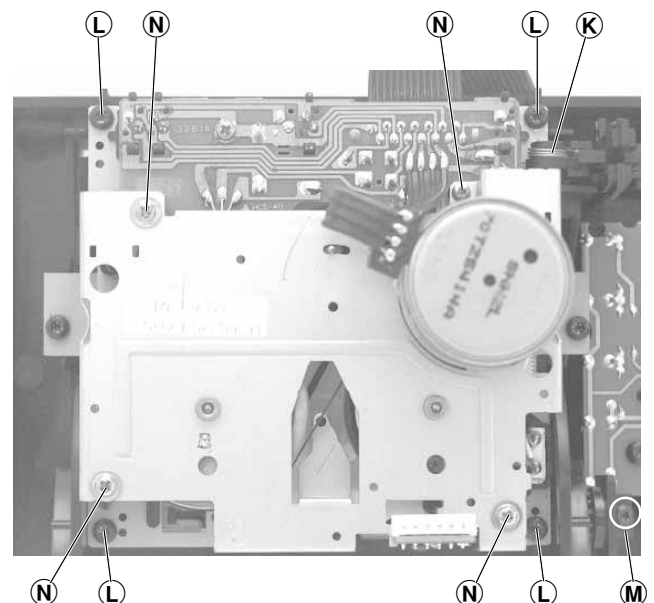

Fig. 7
- Drehfeder ⑥ aushängen (Fig. 7).
- 4 Schrauben ⑦ herausdrehen (Fig. 7).
- Unhook the torsion spring ⑥ (Fig. 7).
- Undo 4 screws ⑦ (Fig. 7).
- 4 Schrauben (N) herausdrehen (Fig. 7).
- Undo 4 screws (N) (Fig. 7).